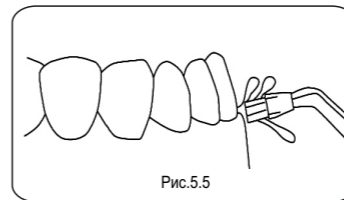

Рис.5.5
5.4. **Насадка для деликатного снятия зубного налета** с 3-мя микропучками щетины «корона» (рис.5.5).